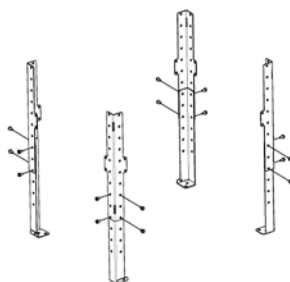

Fig. 31 - zamontować nogi;
- złożyć 4 nogi i przymocować je śrubami (patrz **Fig. 31**);